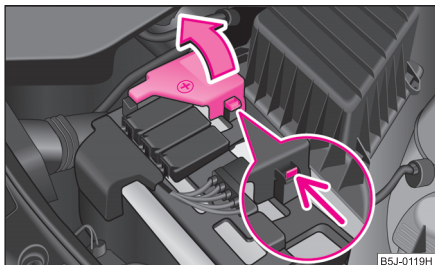

Fig. 181 Bateria: Deschiderea capacului polului plus
- Rabateți capacul polului plus (+) ⇒ fig. 181.